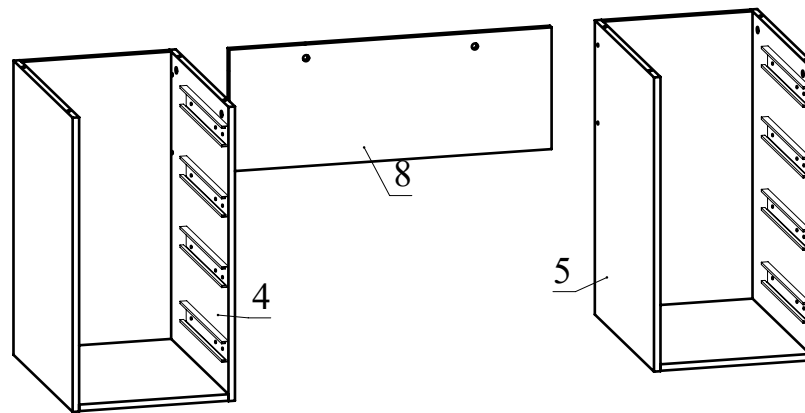

Рис.7
7. Установите деталь 8 между деталями 4 и 5 и закрепите при помощи конфирматов (Рис. 7).